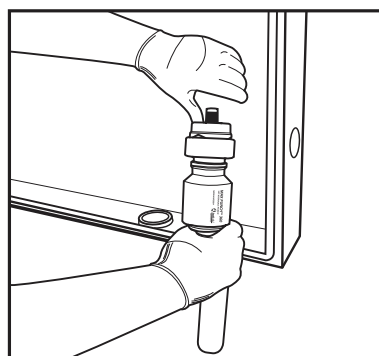

Fig. 8
12. Desenrosca el troquel para liberar el residuo. (Fig. 8).